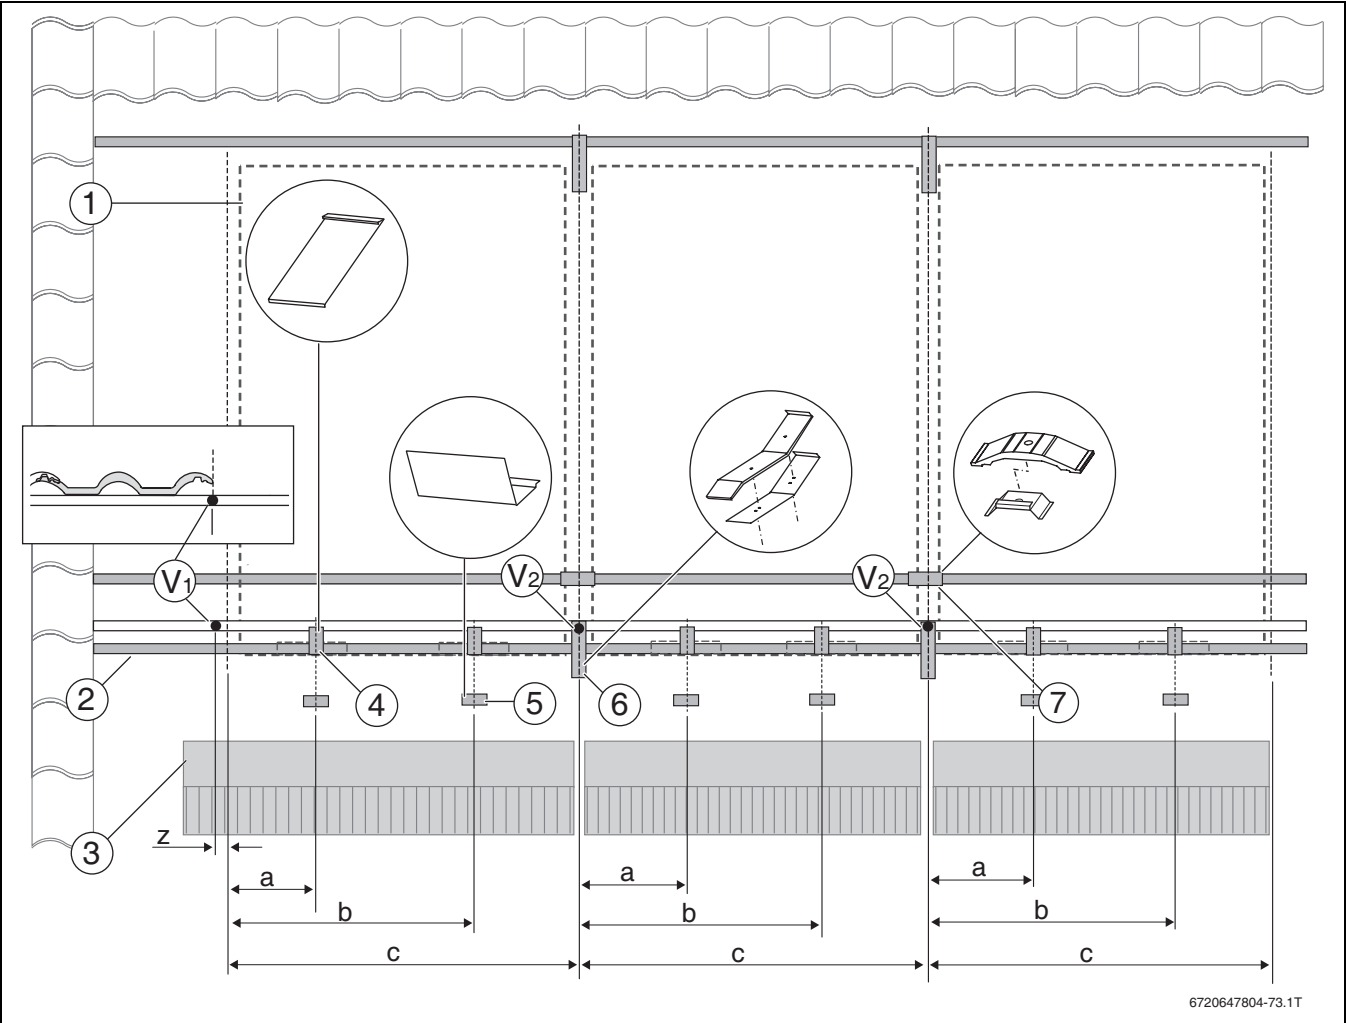

Bild 40 Montagemaße für senkrechte Kollektoren
- **senkrechte Kollektoren:** Maße a, b, c (→ Bild 40 und Tabelle 21, Seite 31)